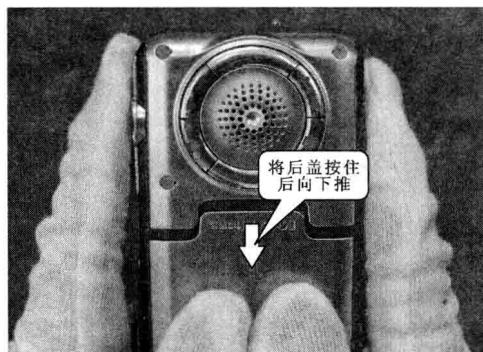

图 1-1 拆卸步骤①
步骤① TCL-X7 的电池位于后盖下方，用手握紧手机机身，将两手的拇指放在后盖上，按住向下推，如图 1-1 所示。